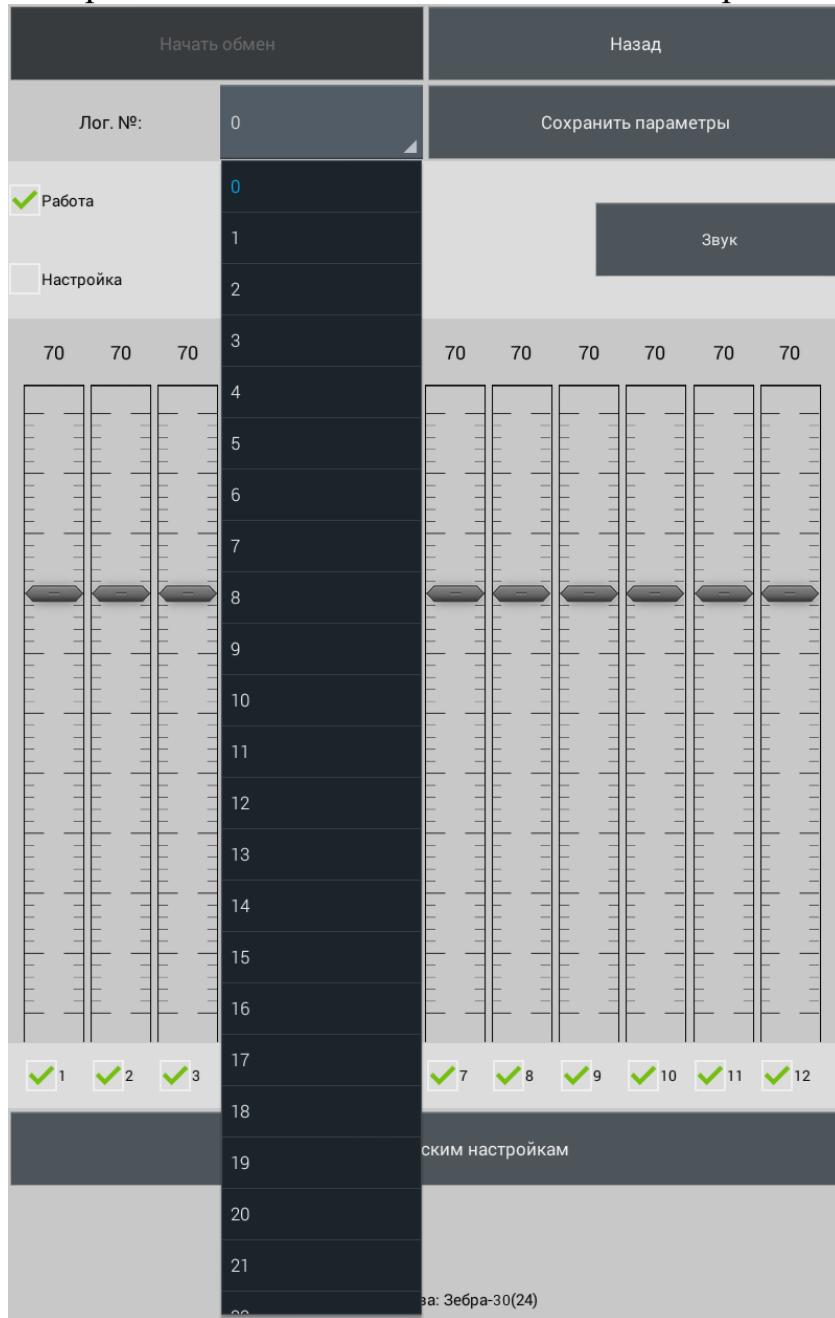

Рисунок 2.33
2.3.7.4.10 Для смены логического номера необходимо выбрать из списка новый логический номер (рисунок 2.33). После успешной смены логического номера всплывает надпись «Логический номер изменен».